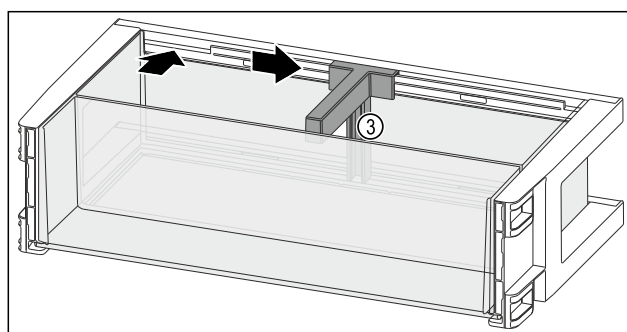

Fig. 99
- Włożyć uchwyt butelek Fig. 99 (3) do zagłębienia.
- ▶ Przesunąć uchwyt butelek Fig. 99 (3) na wybraną pozycję na bok.